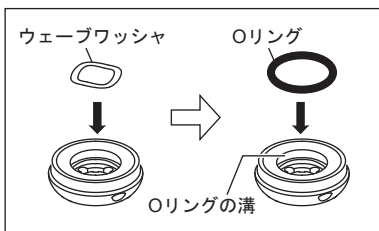

図18
- ヘッドキャップに新しいウェーブワッシャを入れてから、新しいOリングをOリングの溝に合わせて指で押し込みます(図18)。